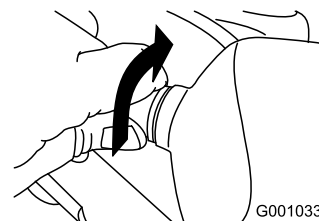

Figura 53
2. Girate in senso antiorario la base della lampadina, finché non si ferma (Figura 53).